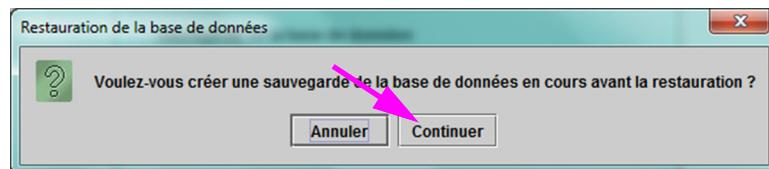
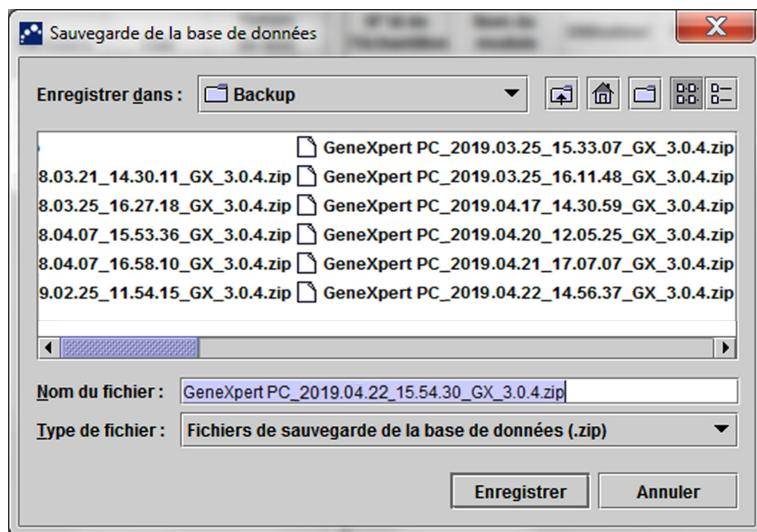

Figure 5-77. Boîte de dialogue Restauration de la base de données
Figure 5-78. Boîte de dialogue Sauvegarde de la base de données
2. Cliquer sur **Continuer**. Une boîte de dialogue s'affiche et vous demande si vous souhaitez sauvegarder la base de données actuelle avant la restauration (recommandé). Voir Figure 5-77.
3. Cliquez sur **Continuer** dans la boîte de dialogue de confirmation Restauration de la base de données pour continuer avec la sauvegarde de la base de données (cf. Figure 5-77). La boîte de dialogue Sauvegarde de la base de données s'affichera. Voir Figure 5-78.
4. Recherchez et sélectionnez le dossier dans lequel vous souhaitez stocker le fichier de sauvegarde, saisissez un nom pour le fichier de sauvegarde (ou utilisez le nom de fichier par défaut), puis cliquez sur **Enregistrer**. Voir Figure 5-78.